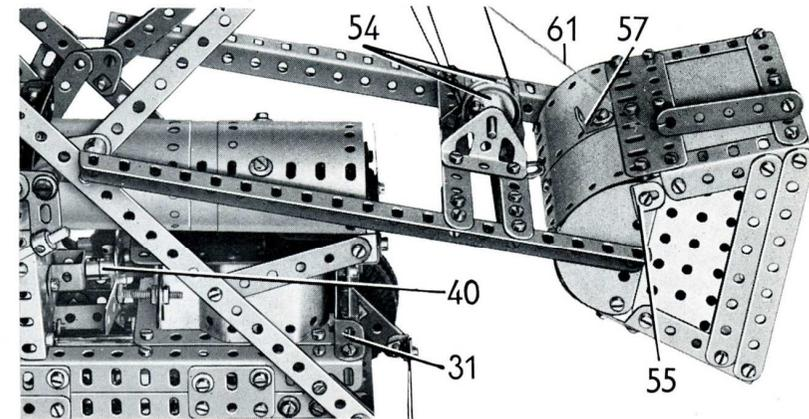

FIG. 9
Chaque côté de la benne est formé par une plaque sans rebords de 75×38 mm, bordée par deux cornières de 5 trous sur lesquelles sont boulonnées une bande de 9 trous et deux de 5 trous. Une plaque semi-circulaire est réunie à la plaque de 75×38 mm, par deux supports plats. Les côtés sont réunis par une plaque flexible de $11,5 \times 6$ cm, et par une plaque sans rebords de $11,5 \times 6$ cm, boulonnées entre les cornières de 5 trous. Chacune de ces plaques est renforcée au sommet par une bande de 9 trous, et sur son bord inférieur par une poutrelle plate de 9 trous. Quatre plaques cintrées de 43 mm, de rayon sont boulonnées sur les poutrelles plates et sont réunies aux plaques semi-circulaires par des équerres. De chaque côté, une butée (55) (fig. 9) est constituée par une équerre. Cette butée commande l'angle de la benne quand le bras est abaissé. La benne pivote sur des boulons de 12 mm, tenus par des contre-écrous dans les plaques semi-circulaires.